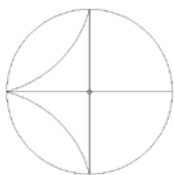

图 15.146 镜像圆弧
(4) 执行镜像命令, 以水平方向直径向下进行镜像, 如图 15.146 所示。